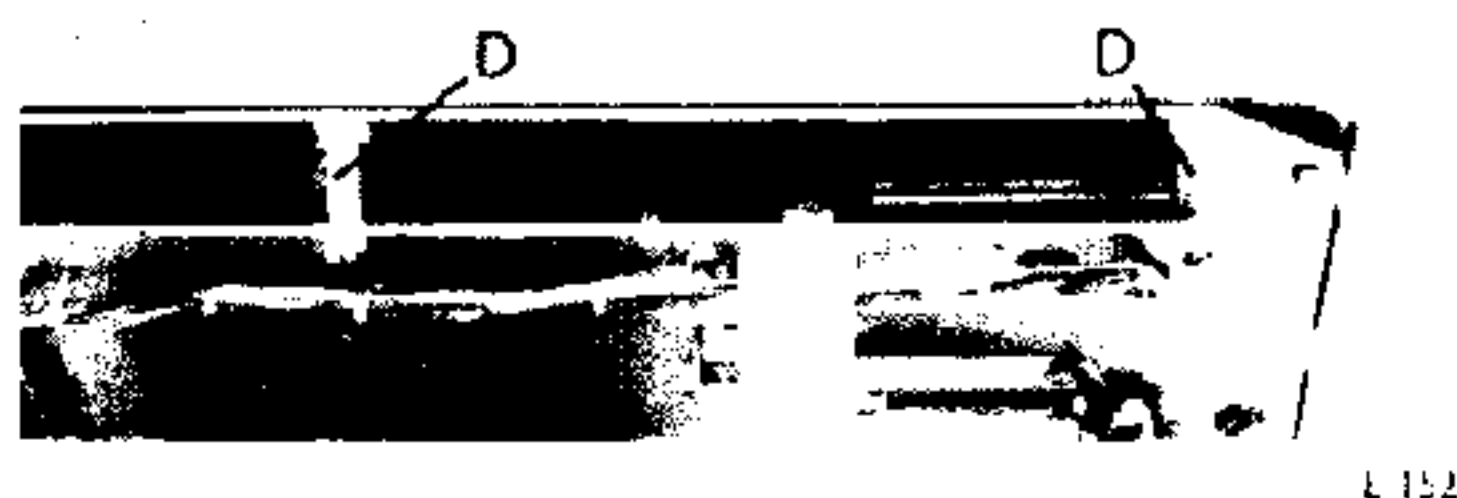

Fig. 7. Afnemen van de frontplaat
- Draai de 6 bouten „D” (fig. 7) los.